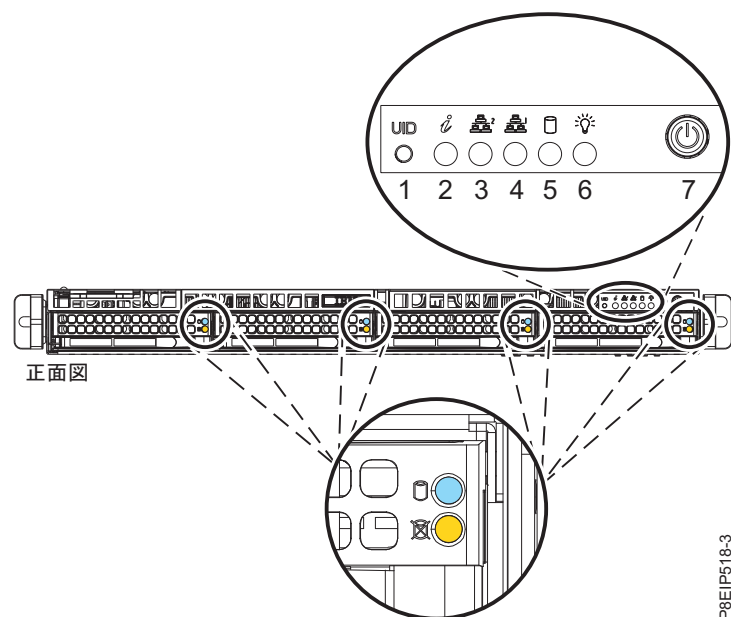
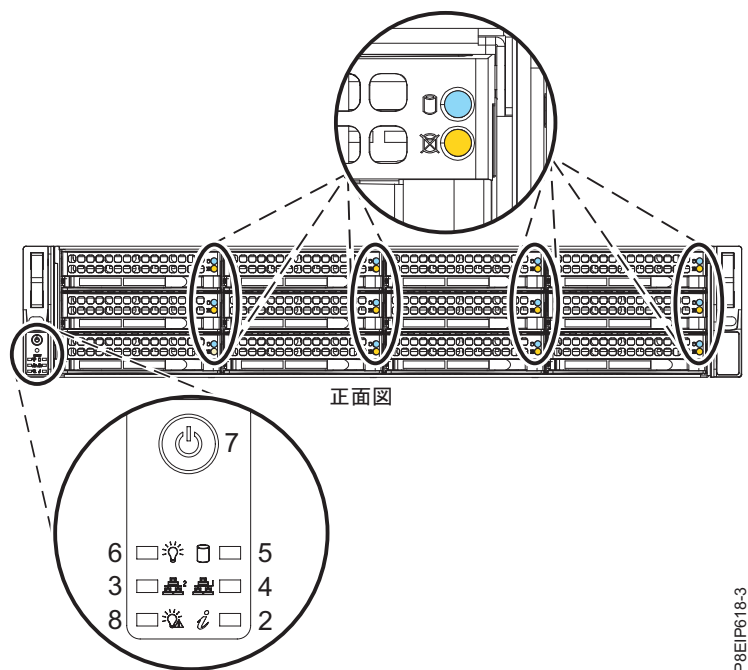

図 53. 8001-12C の電源スイッチ
図 54. 8001-22C の電源スイッチ
2. 電源ボタン (7) を押します (図 53 または 91 ページの図 54 を参照)。スイッチは 0.5 秒から 3 秒間押す必要があります。